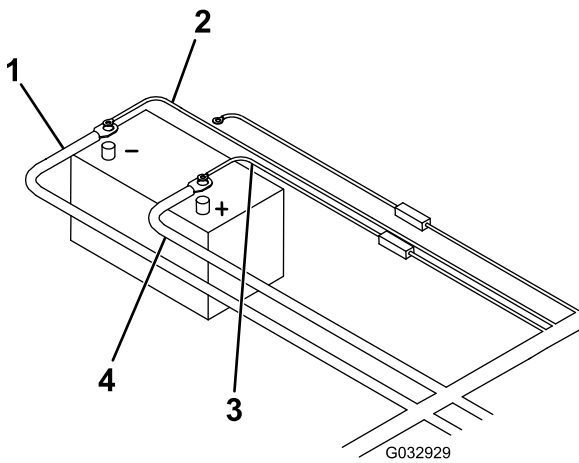

Bild 19
23. Schließen Sie das schwarze Strom- bzw. Erdungskabel am Minuspol (-) der Batterie an (Bild 19).
- 24. Schließen Sie das braune Kabel am Minuspol der Batterie an (Bild 19).
- 25. Schließen Sie das freie Ende des Batteriekabels am Pluskabel (+) der Batterie an (Bild 19).
- 26. Schließen Sie das rote, gesicherte Kabel am Pluspol (+) der Batterie an (Bild 19).